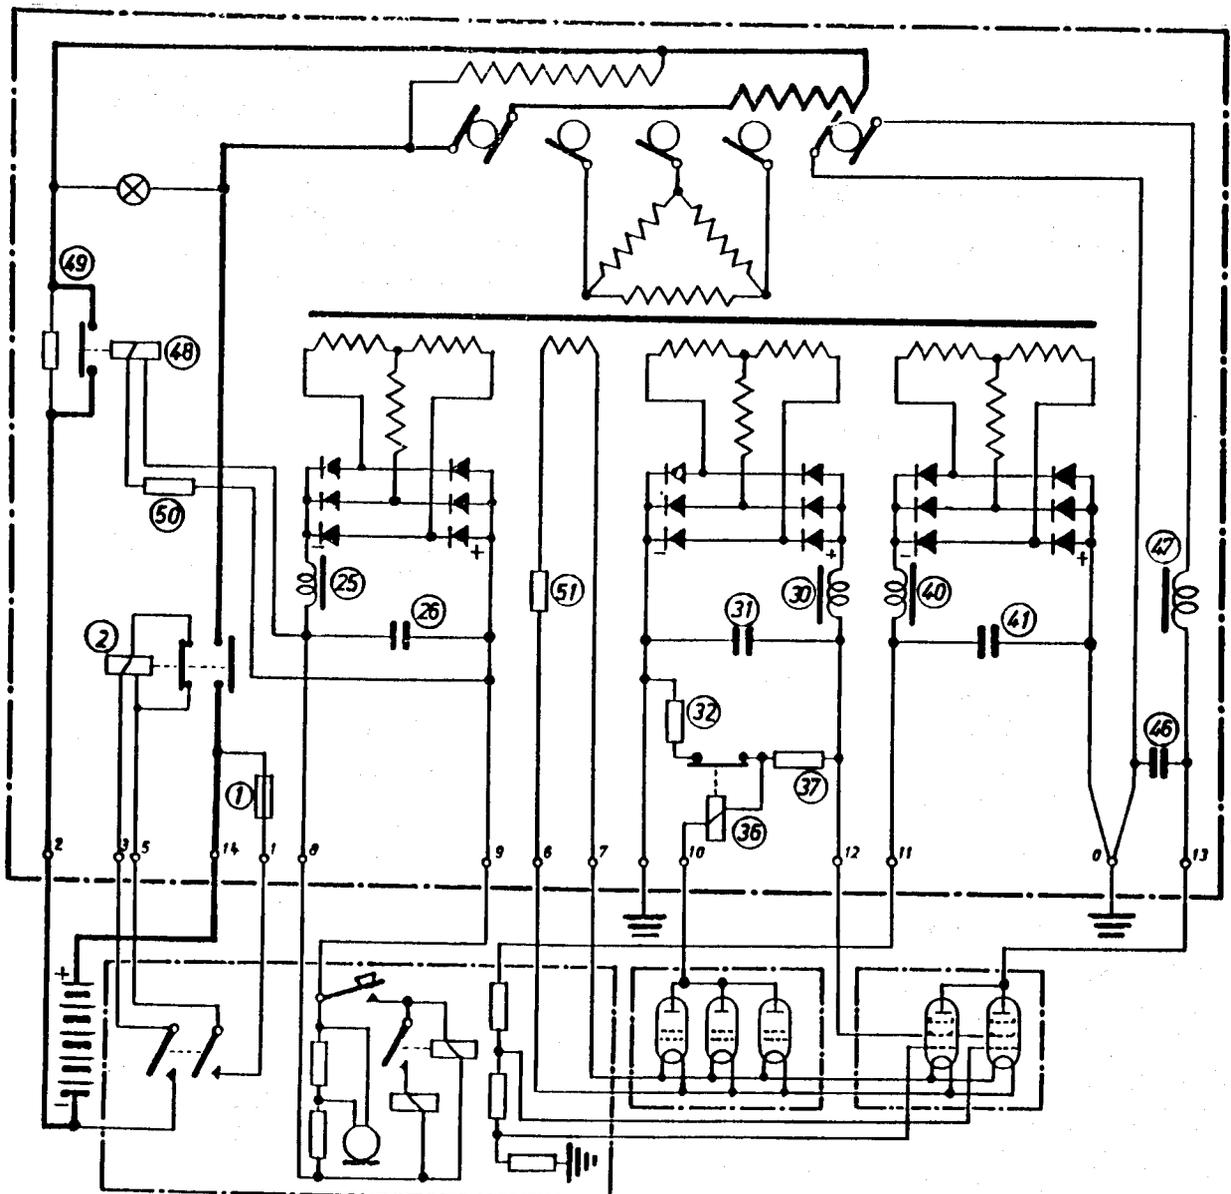

Abb. 15: Grundschriftbild des Umformers
Es sind drei verschiedene Arten Umformer lieferbar und zwar für Antriebsspannungen von 24 oder 110 oder 220 Volt. Die Umschaltung eines Umformers auf eine andere Spannung ist nicht möglich. Die Ausführung für 24 Volt ist für den Anschluß an einen zwölfzelligen Bleisammler berechnet und wird benutzt, wenn nach Ausfall des Bordnetzes noch ein Notbetrieb möglich sein soll. Wenn das Bordnetz also 110 oder 220 Volt führt, muß in diesem Falle außer dem normalen Stromversorgungsgerät und dem Bleisammler noch zusätzlich ein Umformer für 24 Volt beschafft werden. Das genaue Schaltbild des Umformers geht aus Anlage 13 hervor, während in Abb. 15 durch Weglassen des weniger Wichtigen ein vereinfachtes Schaltbild herausgezeichnet ist.
Die im vorgerigen Absatz erwähnte dritte Wicklung des Ankers ist an drei Schleifringe geführt, deren Drehstrom von 15 Volt und 87 Hertz entnommen wird. Dieser wird dem Umspanner (22) zugeführt, der außer der Sender-Anodenspannung (und gegebenenfalls der Hilfsspannung) alle übrigen Betriebsspannungen erzeugt. Seine Erstwicklung ist im Dreieck geschaltet und hat Anzapfungen für 14, 15 oder 16 Volt. Er besitzt vier Zweitwicklungen (bei der 24-Volt-Ausführung nur drei). Die in Abb. 15 ganz links gezeichnete Zweitwicklung ist nur bei der 110 und 220-Volt-Ausführung vorhanden und arbeitet in Sternschaltung auf sechs Selengleichrichter. Sie liefert die Hilfsspannung 24 Volt für das Mikrofon und die Relais. Die rechts daneben gezeichnete Zweitwicklung liefert den Heizstrom. Es wird einphasiger Wechselstrom von 12,6 Volt und 87 Hertz zur Heizung verwendet. Die dritte Zweitwicklung arbeitet in Sternschaltung auf sechs Selengleichrichter und liefert die Schirmgitterspannung für den Sender. Von ihr wird auch die Anodenspannung für den Empfänger über den Vorwiderstand (33) abgezweigt. Um zu verhindern, daß die Lebensdauer der Empfängerrohre durch die hohe Leerlaufspannung herabgesetzt wird, ist das Schutzrelais (36) vorgesehen. In abgefallenem Zustand legt es den Ersatzwiderstand (37) parallel zum Empfänger und ergänzt dadurch den Vorwiderstand (33) zu einem Spannungsteiler. Sobald der Empfänger warm gewor-